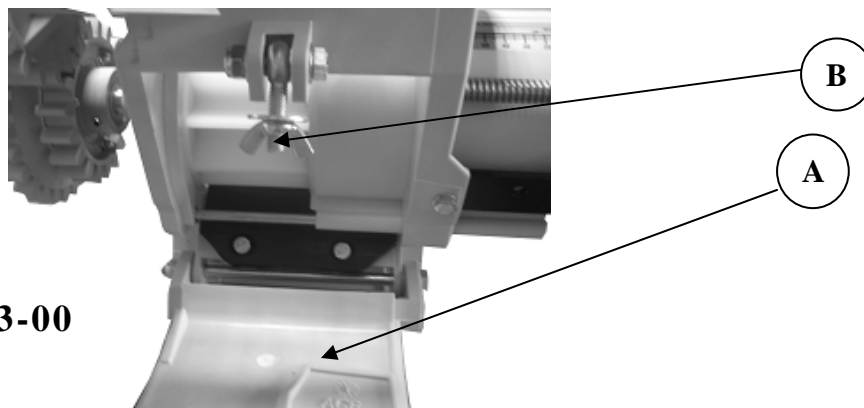

Fig 23-00
Para el vaciado de la tolva se procederá del siguiente modo: abrir la trampilla (A) Fig. 23-00 aflojando la palometa (B).